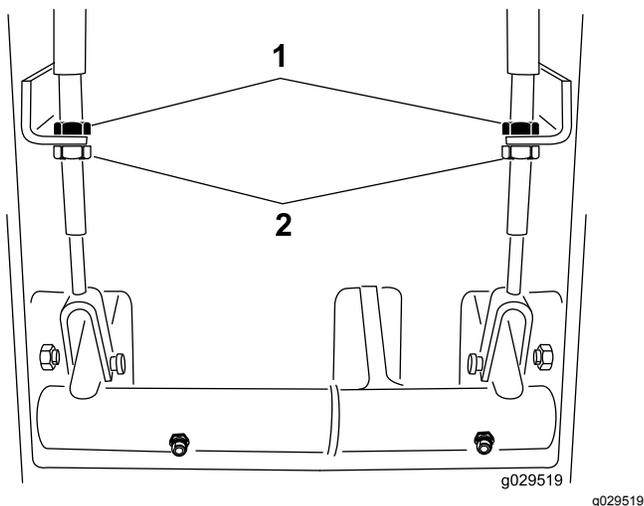

Figura 72
2. Para reduzir a folga dos pedais dos travões, desaperte as porcas de retenção frontal que se encontram na extremidade roscada do cabo dos travões (Figura 72).